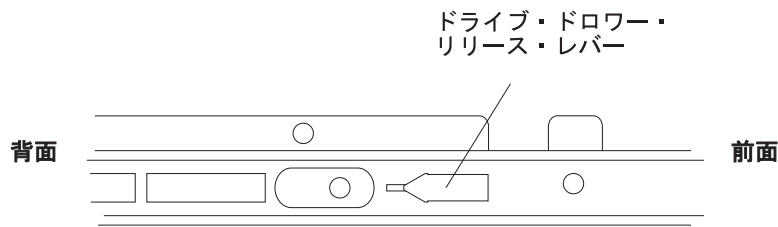

図 88. ドライブ・ドロワーの側面にあるドライブ・ドロワー・リリース・レバー
- d. ドライブ・ドロワーの両側面にあるドライブ・ドロワー・リリース・レバー (図 88 を参照) を手前にスライドさせ、ドライブ・ドロワーをエンクロージャーから取り外します。